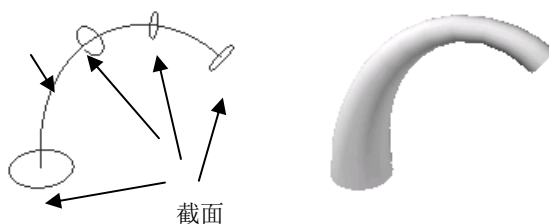

图 10-20 路径放样
(3) 路径 (P): 指定放样实体或曲面的单一路径, 如图 10-20 所示。选择该选项, 命令行提示与操作如下: